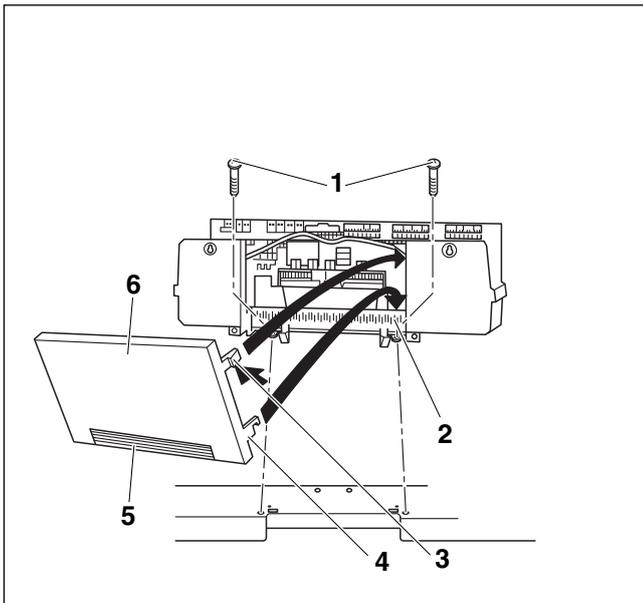

Рис. 15 Крепление системы управления Logamatic 4000
- ▶ Только для системы управления Logamatic 4000: снять заднюю стенку (→ рис. 15, стр. 20, [6]).
При необходимости можно выломать или вырезать заглушку (→ рис. 15, [5]) на задней стенке (→ рис. 15, [6]).
- Вставить оба нижних крюка (→ рис. 15, [4]) справа и слева на задней стенке (→ рис. 15, [6]) шлицом в верхнюю кромку гнезда рамки (→ рис. 15, [2]).
- Слегка нажать верхние эластичные крюки (→ рис. 15, [3]) внутрь (по стрелке) и вставить заднюю стенку (→ рис. 15, [6]) так, чтобы оба крюка защелкнулись.